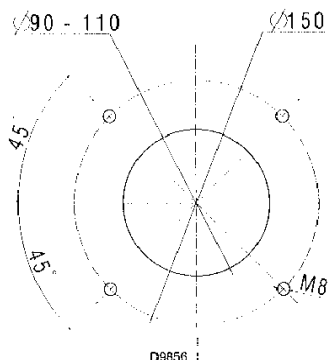

Fig. 6
- Percer la plaque de la chaudière comme indiqué dans la Fig. 6 (en conformité avec la norme EN 226).